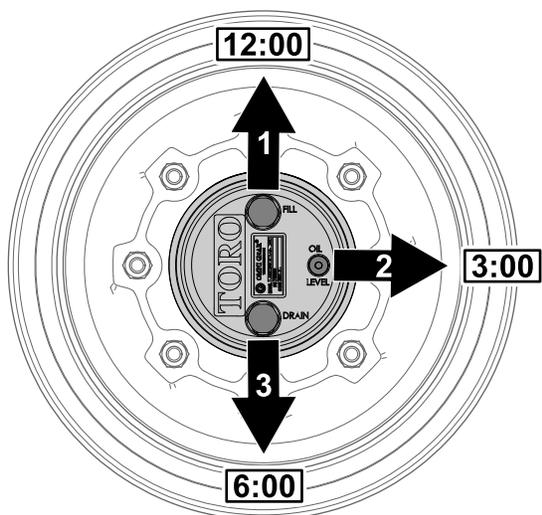

Figure 65
1. Garez la machine sur une surface plane et horizontale, tournez la roue de sorte que le bouchon de remplissage soit à la position 12 heures, le bouchon de contrôle soit à la position 3 heures et le bouchon de vidange soit à la position 6 heures (Figure 65).
position 3 heures et le bouchon de vidange soit à la position 6 heures ; voir Figure 65 sous Contrôle du niveau de lubrifiant du train planétaire (page 63).